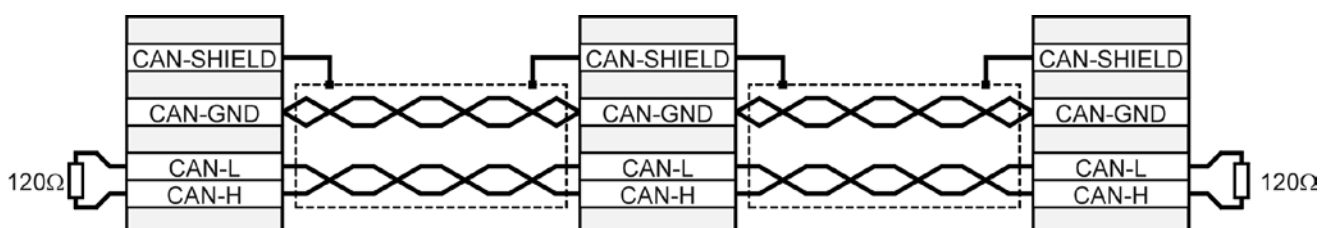

Abbildung 25: Verkabelungsbeispiel für CAN-Bus
- ❖ Die einzelnen Knoten des Netzwerkes werden grundsätzlich linienförmig miteinander verbunden, so dass das CAN-Kabel von Servoregler zu Servoregler durchgeschleift wird (siehe *Abbildung 25*)